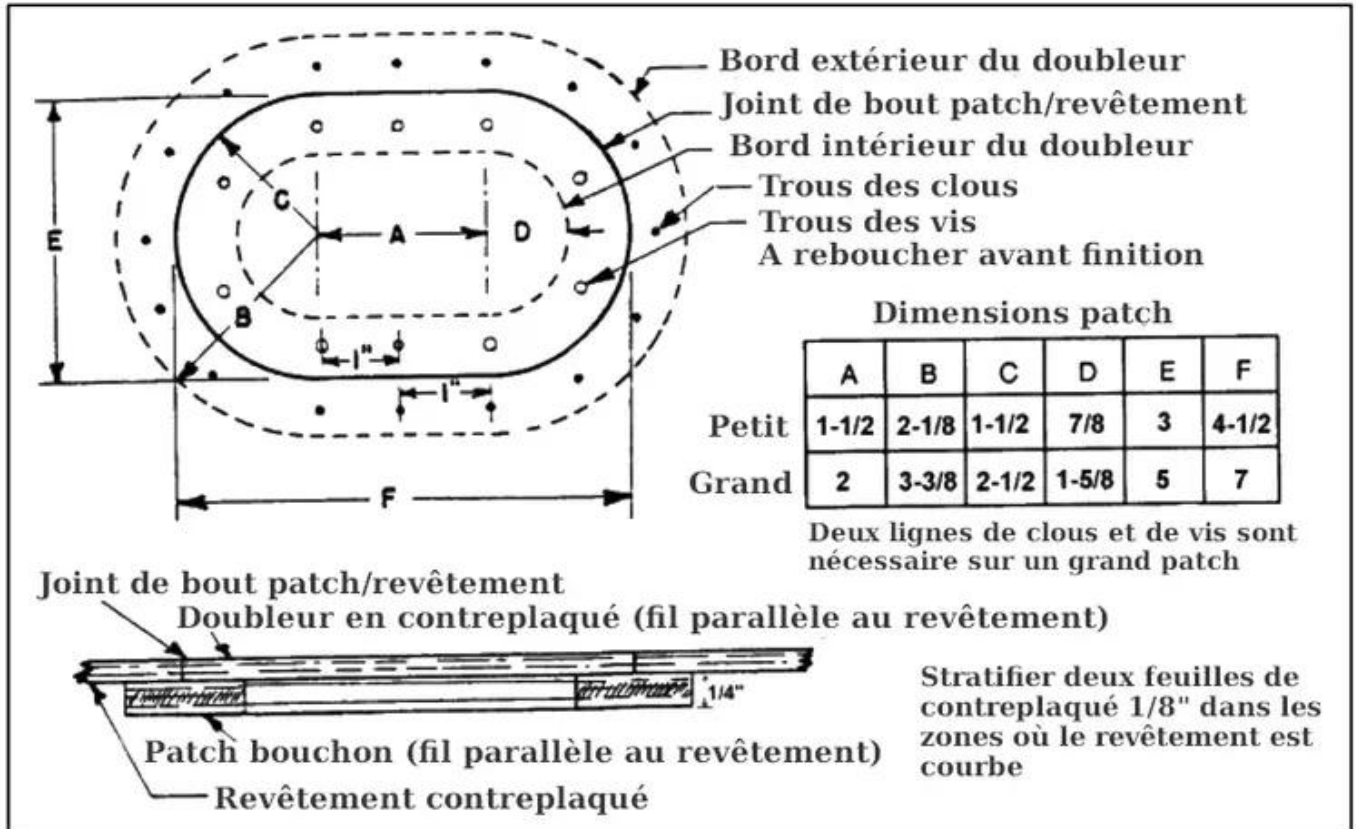

FIGURE 1-17. Montage patch bouchon ovale
d. Pièce bouchon. Des pièces bouchons ovales ou rondes peuvent être utilisées sur les revêtements en contreplaqué à condition que le dommage puisse être couvert par des pièces dont les dimensions sont indiquées aux figures 1-17 et 1-18. La pièce bouchon est strictement une réparation du revêtement et ne doit être utilisée que pour des dommages n'affectant pas la structure de support sous le revêtement. La direction du fil de parement de la pièce terminée doit correspondre à celle du revêtement environnant.
(a) Examiner la zone autour du trou pour s'assurer qu'elle se situe à au moins la largeur du renfort ovale d'une nervure ou d'un longeron. Se référer à la figure 1-17 pour les détails de réparation.
(b) Préparer une pièce et un renfort du même type de contreplaqué que le revêtement environnant en utilisant les dimensions indiquées à la figure 1-17.